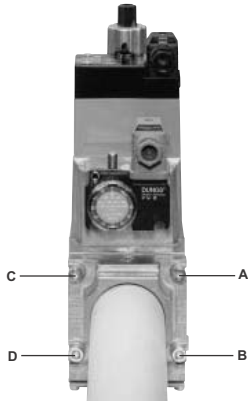
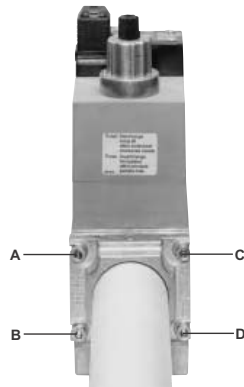

Рис. 5
Рис. 6
1. Расслабить винты А и В, но **не снимать** их (Рис. 5 и Рис. 6)
2. Отвинтить винты С и D (Рис. 5 и Рис. 6)